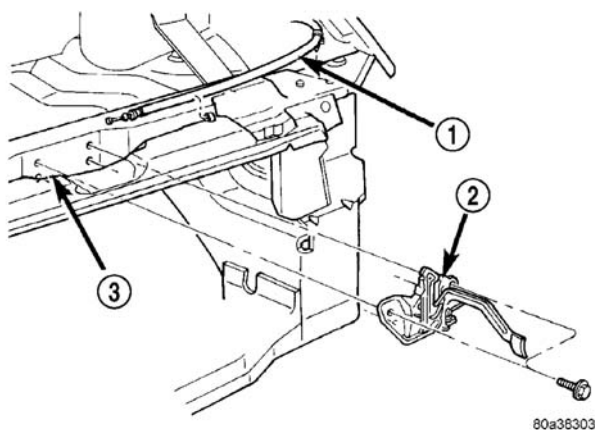
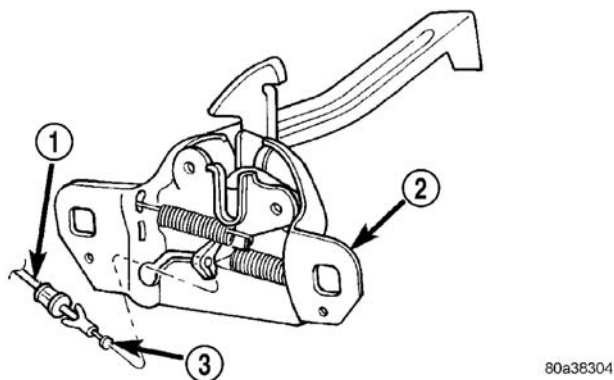

图3 发动机罩锁
图4 发动机罩
(1) 松开发动机罩锁并开启发动机罩。
(2) 拆卸将发动机罩锁固定到散热器固定板横梁的螺栓（图3）。
(3) 自横梁拆下发动机罩锁。
(4) 自发动机罩锁断开发动机罩释放拉线（图4）。
(5) 从车上拆下发动机罩锁。
(1) 拆除发动机罩锁。
(2) 从发动机罩锁的锁紧机构上脱开拉线末端。
(3) 在夹住关闭的拉线盒上的倒钩的同时，将拉线盒末端向一侧滑入发动机罩锁闩钥匙孔的槽中。
(4) 从锁闩上拆下拉线（图4）。
(5) 从仪表板上卸下发动机罩释放手柄。